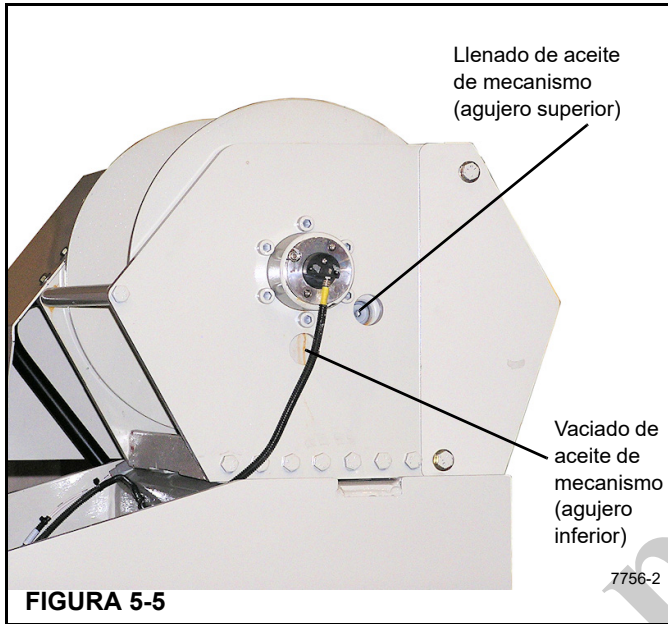

FIGURA 5-5
- Gire el tambor hasta que el tapón de llenado/nivel de aceite (Figura 5-5) sea visible en el agujero de inspección.
- Para vaciar y añadir aceite nuevo, retire el tapón de ventilación (Figura 5-5) y luego enrosque un tubo de 1 pulg en el agujero del tapón de vaciado. Retire el tapón de vaciado con una llave con casquillo de cabeza hexagonal y vacíe el aceite hidráulico. Retire el tubo de vaciado de 1 pulg e instale el tapón de vaciado.
- Para llenar con aceite, gire el tambor de manera que la lumbre de llenado/nivel (Figura 5-5) sea visible a través del agujero superior. Instale un tubo de 1 pulg con codo en el agujero de llenado como ayuda para el llenado de aceite. Retire el tapón de llenado/nivel con una llave de casquillo hexagonal y llene el mecanismo con aceite para engranajes. Vea *Lubricación* en la página 5-4.